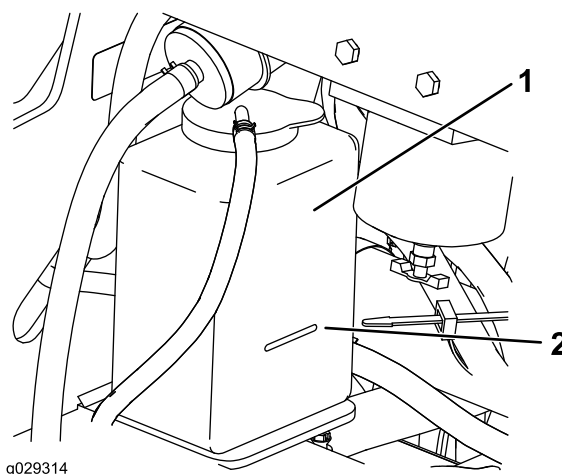

Рисунок 63
3. Проверьте уровень охлаждающей жидкости в расширительном бачке (Рисунок 63).